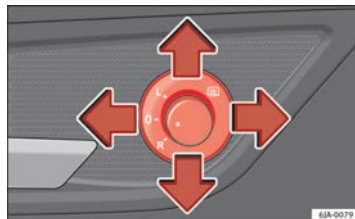

Fig. 68 Interno della porta: manopola
- Portare la manopola in posizione ☐ ⇒ fig. 68.
- Portare la manopola in posizione L ⇒ fig. 68. I movimenti dello specchietto sono identici a quelli della manopola.
- Portare la manopola in posizione R ⇒ fig. 68. I movimenti dello specchietto sono identici a quelli della manopola.